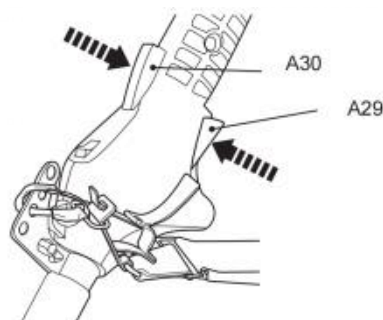

Fig. 39
10. Druk de gashendelvergrendeling (A30) en de gashendeltrekker (A29) in om het product te bedienen (Afb. 39).